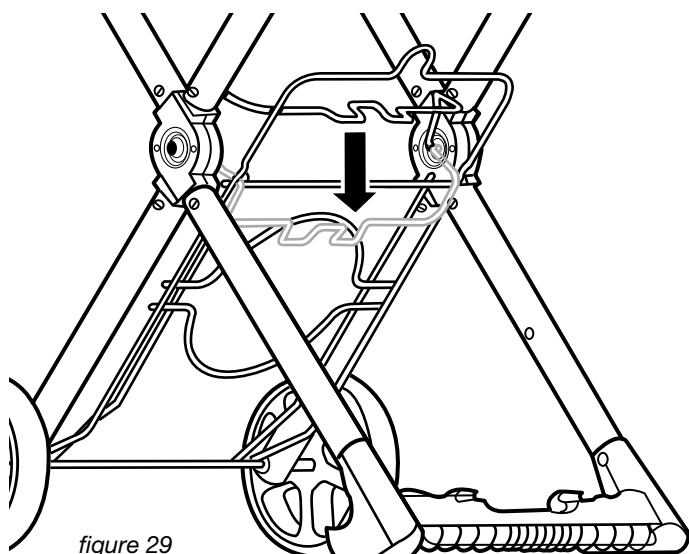

figure 29
Baisser ③ le dispositif de retenue de bouteille, comme indiqué à la figure 29. S'assurer que les fermoirs du dispositif de retenue de bouteille sont fermés afin de bien retenir ③ le support de bouteille.